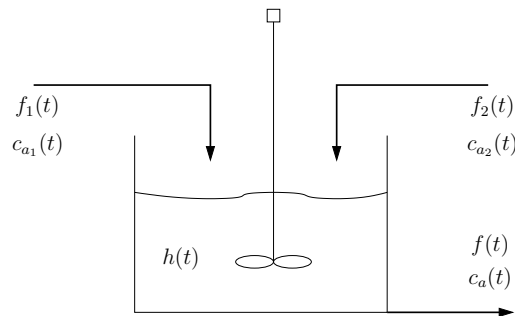

Figura 2: Tanque de mistura com agitação.
6. Considere o processo de mistura mostrado na Figura 2. Deseja-se entender como os fluxos ( $f_1(t)$  e  $f_2(t)$ ) e as concentrações do produto  $A$  ( $c_{a1}(t)$  e  $c_{a2}(t)$ ) de entrada afetam o nível do tanque ( $h(t)$ ) e a concentração de saída ( $c_a(t)$ ). Desenvolva o modelo matemático (equações diferenciais) que descreve o processo e determine as funções de transferência relacionando  $H(s)$  e  $C_a(s)$  com as demais variáveis do problema ( $F_1(s)$ ,  $F_2(s)$ ,  $F(s)$ ,  $C_{a1}(s)$  e  $C_{a2}(s)$ ). Em geral as densidades são funções da concentração e temperatura mas usualmente (mas nem sempre) essa dependência é fraca. Assuma que as densidades são similares e constantes ( $\rho_1 = \rho_2 = \rho$ ).